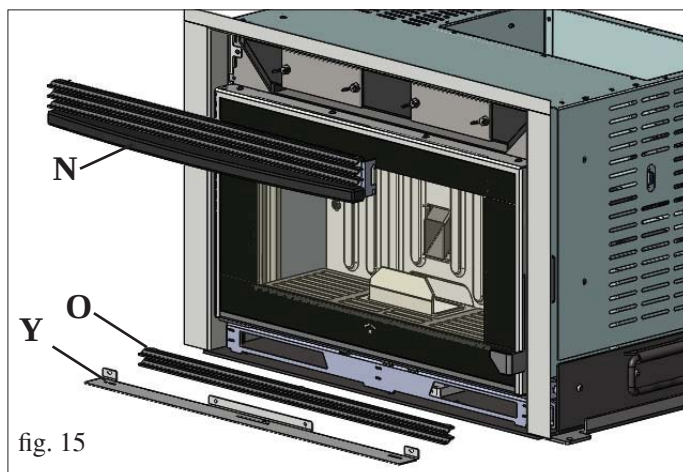

fig. 15
- Rimuovere la griglia superiore (**N** - fig. 15), montata ad incastro, la griglia inferiore (**O** - fig. 15) e il profilo metallico piatto (**Y** - fig. 15) tramite viti.